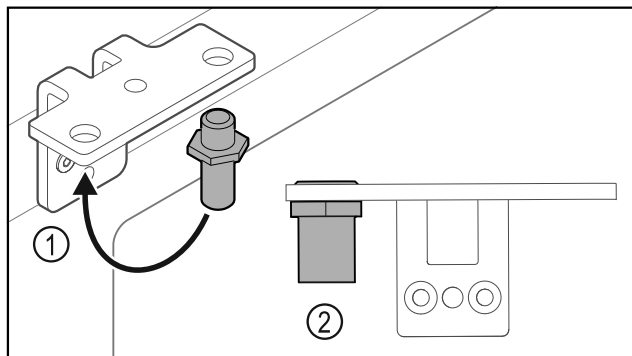

Fig. 34
- Переставьте палец Fig. 34 (1) в шарнирном уголке.
- Затяните палец Fig. 34 (2) с **моментом 12 Нм**.